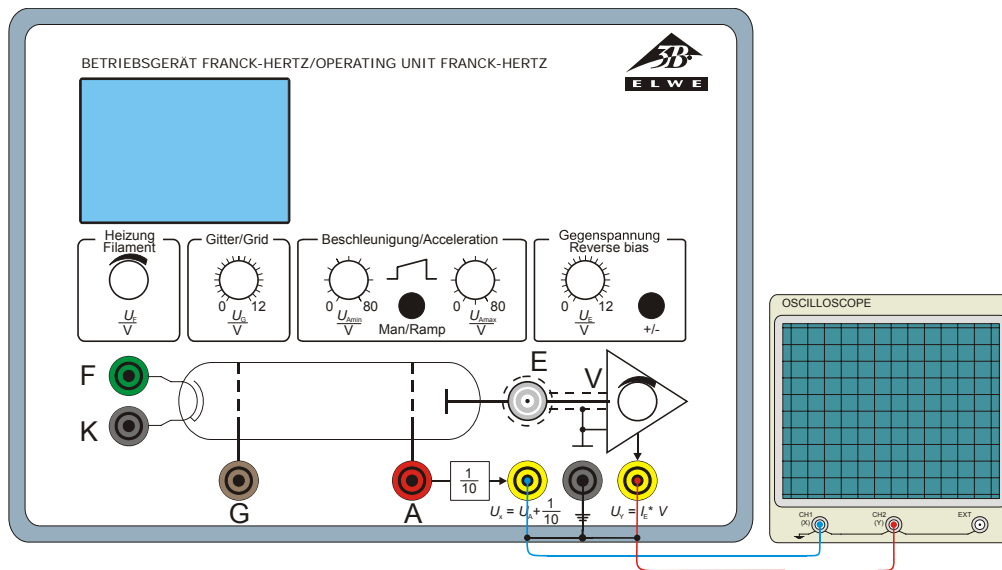

Fig. 7 Conexión de un osciloscopio en el aparato de operación para el experimento de Franck-Hertz
- Se conecta la salida Ux del aparato de operación para el experimento de Franck-Hertz en el canal 1 (desviación $-x$) y la salida Uy en el canal 2 (desviación $-y$) del osciloscopio (ver Fig. 7).